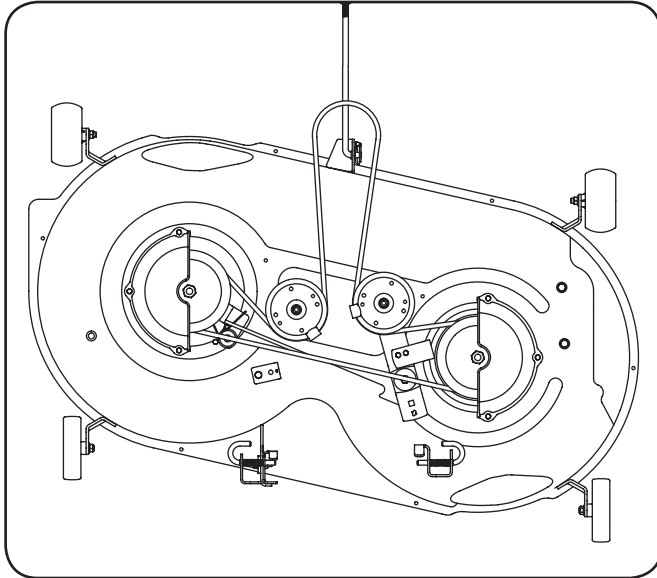

Figura 7-9
5. Para colocar la nueva correa comience encaminando la correa alrededor de las dos poleas de huso externas, entonces alrededor de la polea de huso delantera según las indicaciones de Figura 7-9.
6. Entonces encamine la correa alrededor de las dos poleas más ociosas de la cubierta como demostración en Figura 7-9.